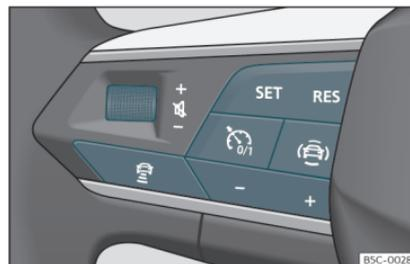

Fig. 151 Sur le volant multifonction : touches de manipulation de l'ACC
Votre véhicule dispose d'ACC s'il dispose du menu de configuration dans le système d'infodivertissement»» page 93, et s'il dispose des boutons de la fonction ACC sur le volant multifonction»» fig. 151
- Pour commencer la réglage, appuyez sur le bouton **SET**  **fig. 151**.
Pour programmer la vitesse, appuyez sur les boutons + ou - >>> **fig. 151** jusqu'à la vitesse souhaitée. Le réglage de la vitesse s'effectue par intervalles de 10 km/h (5 mph).
- Appuyez sur le bouton  puis sur le bouton + ou - >>> **fig. 151**.